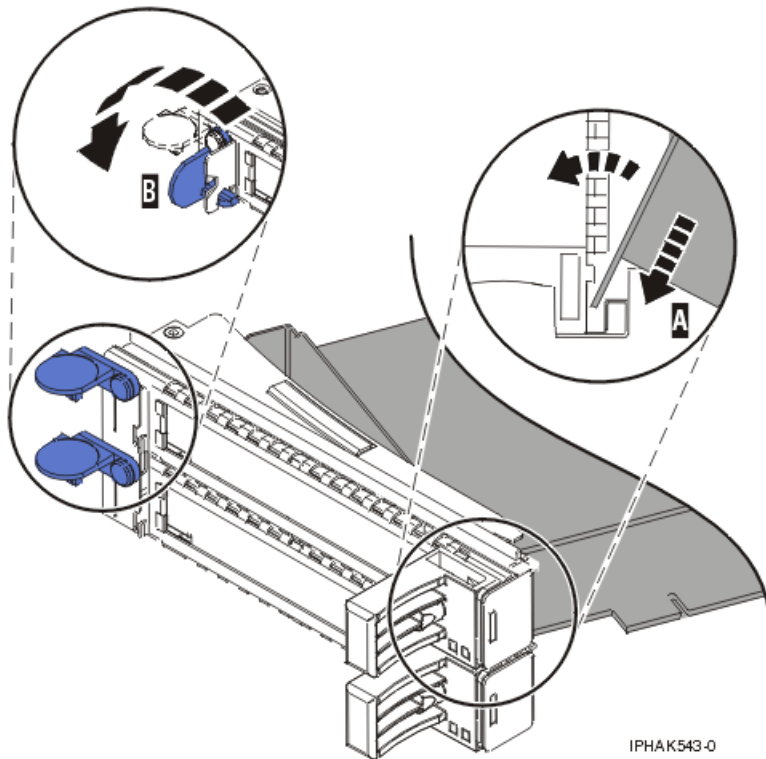

Abbildung 74. Adapter in PCI-Adapterkassette installieren
- d. Drehen Sie den Drehstift (C) heraus und legen Sie ihn an einer sicheren Stelle ab.
- a. Setzen Sie bei geöffneter Position der Kassettenhalteklammer den Adapter fest in den Kassettenhaltekanal (A) ein. Siehe Abb. 74 auf Seite 83.
- d. Bringen Sie die Adapterhalterungen in die zum Halten des Adapters korrekte Position. Drehen Sie dann die Halteklammer **(B)** in die geschlossene Position. Siehe Abb. 74.